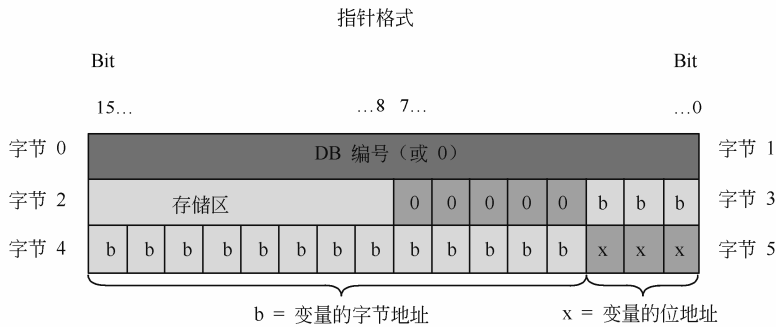

图 4-6 Pointer 指针的结构
① Pointer Pointer 类型的参数是一个可指向特定变量的指针。它在存储器中占用 6 个字节 (48 位), 可能包含变量信息有: 数据块编号或 0 (若数据块中没有存储数据) 和 CPU 中的存储区和变量地址, 如图 4-6 显示了 Pointer 指针的结构。